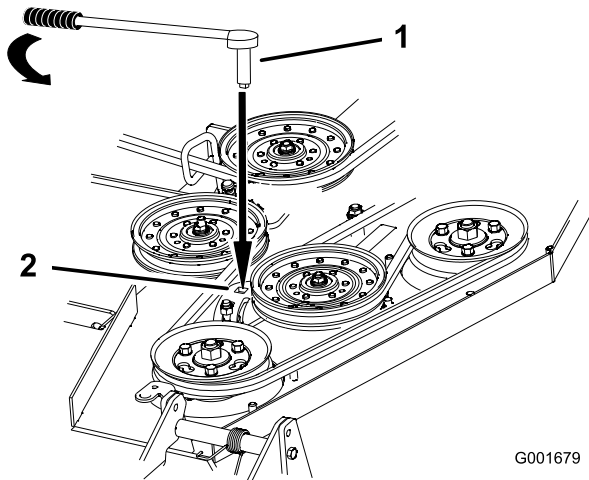

Figure 50
7. Insérez une douille courte avec manche à rochet ou une barre de levier dans le trou carré du bras de la poulie de renvoi fixe (Figure 50).